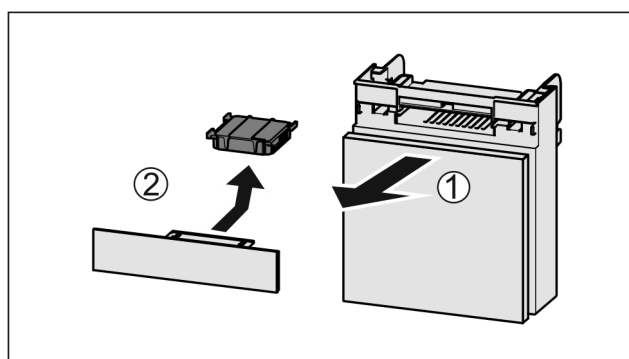

Fig. 86
- ▶ Вытянуть Fig. 86 (1) отделение движением вперед.
- ▶ Извлечение Fig. 86 (2) фильтра с активированным углем.